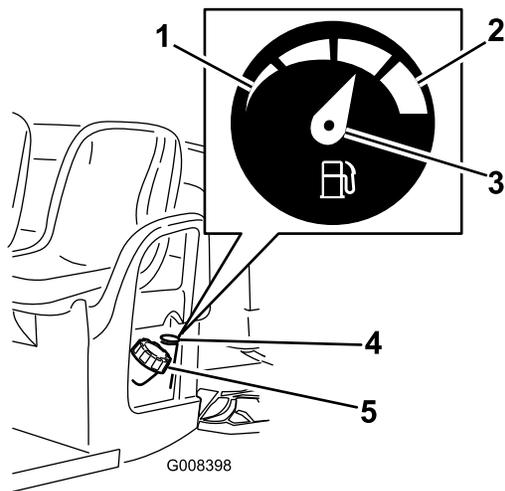

図 20
2. 燃料タンクのキャップ  図 20 の周囲をきれいに拭く。